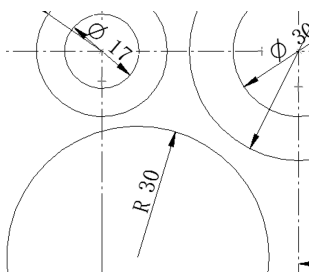

图 6-27 标注尺寸
(18) 单击【绘制草图】选项卡【尺寸】区域下的  【智能尺寸】按钮，标注刚才放置圆的尺寸，并单击上方菜单栏的  【半径】选项，放置在合适位置，如图 6-27 所示。